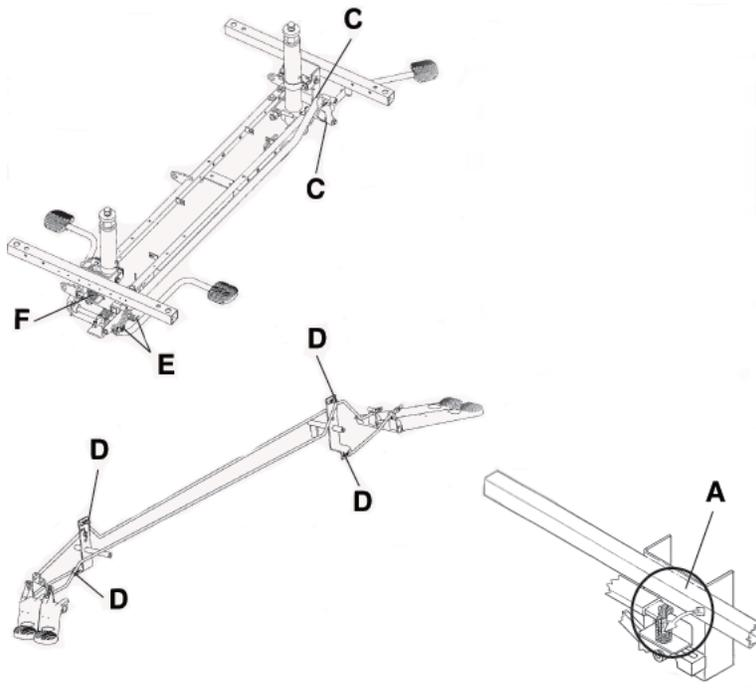

Figure 7 – Lubrification de la base
1. Lubrifier la tige de réglage (A) avec de la graisse MPG-2 (Figure 7).